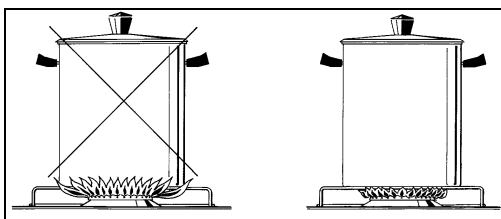

Fig.12
- Gebruik voor elke brander passende kookpannen (zie tabel n. 4 en fig. 12)